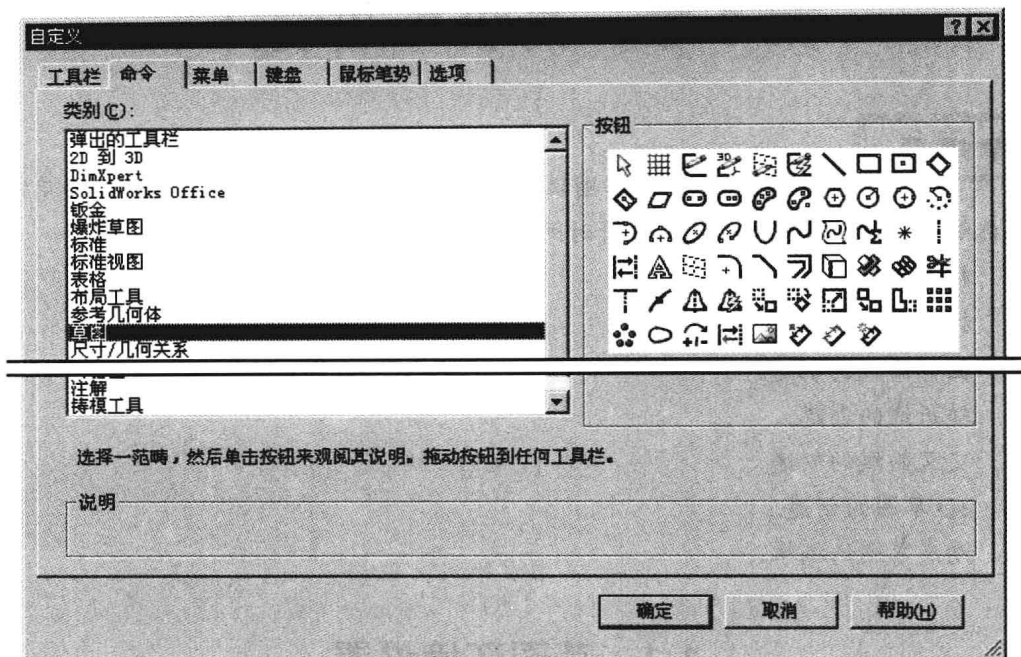

图 1.1.1 “自定义”对话框
Step2. 单击“自定义”对话框中的 **命令** 选项卡,此时“自定义”对话框显示出各种命令,如图 1.1.1 所示。